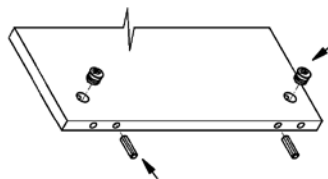

Рис.1
1. Оснастить детали стола поз. № 1, 1', 1'' стяжками эксцентриковыми и детали поз. № 1, 1', 1'' и 6 шкантами деревянными, вставив их в просверленные отверстия соответствующего диаметра (Рис.1). **Внимание! Категорически запрещается забивать шканты в крышку стола!**
4. В обратную сторону фасада поз.№4 вкрутить винты стяжки эксцентриковой (Рис.1).